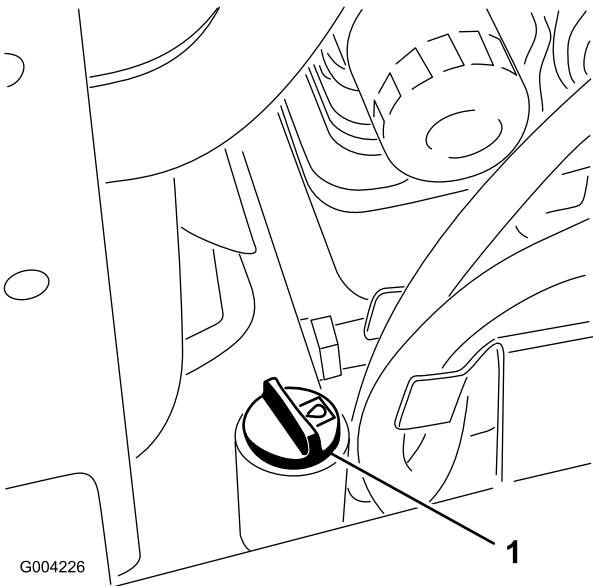

Figure 59
5. Nettoyez la surface autour du goulot de remplissage du réservoir hydraulique (Figure 59).